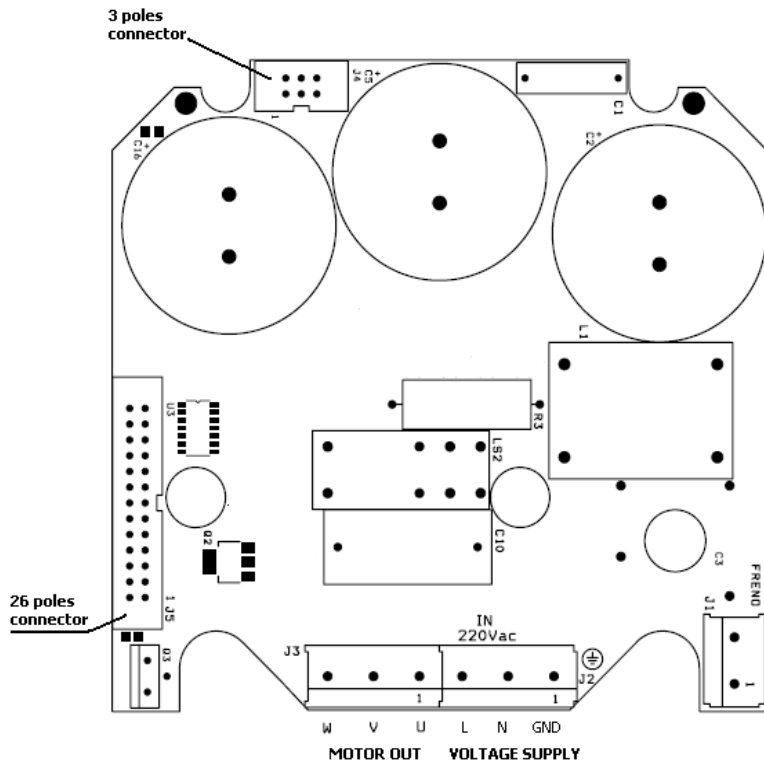
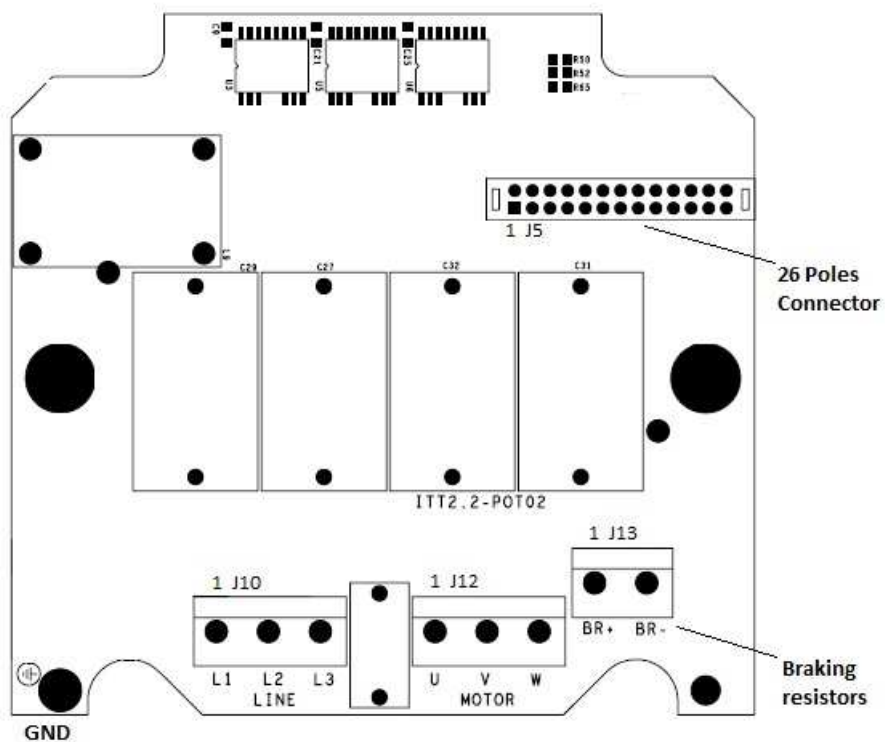

Figure 6 - Schéma plaque de puissance IMTP2.2 (alimentation Monophasé)
Figure 7 - Schéma plaque de puissance pour ITTP2.2
- Brancher les 3 fil moteur aux bornes U, V, W sur la plaque de puissance IMTP2.2 / ITTP2.2 ../7.5 (fig. 6, 7, 9); utiliser le bornier appropriée relevée pour les versions ITTP4.0W-RS, ITTP5.5W-RS, ITTP7.5W-RS;
- Brancher les deux fils d’alimentation ainsi que la masse dans les bornes marquées avec L, N GND pour le variateur monophasé IMTP2.2 (figure 6) ou les trois fil d’alimentation ainsi que la masse L1, L2, L3, GND pour les variateurs triphasés ITTP2.2 / ITTP4 / ITTP5.5/ ITTP7.5 (figures 7, 9); utiliser l’appropriée bornier soulevée pour les versions ITTP4.0W-RS, ITTP5.5W-RS, ITTP7.5W-RS;